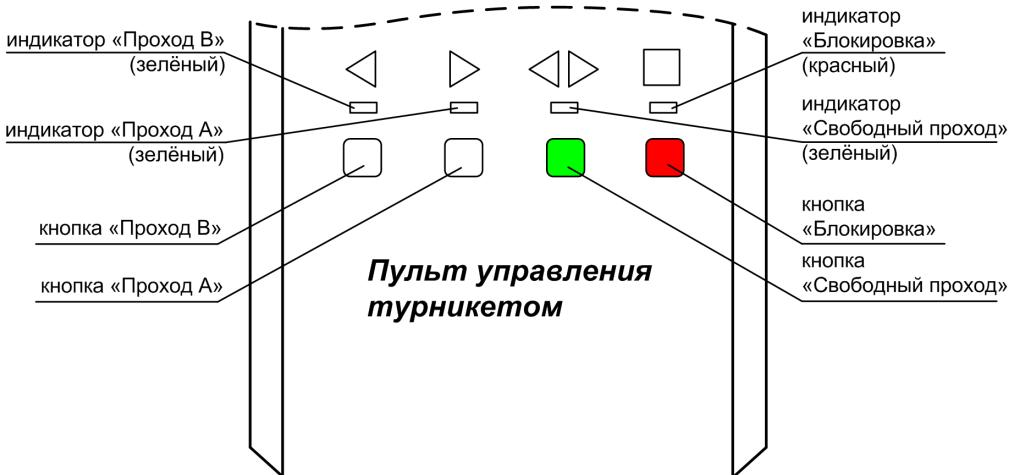

Рис.3 Пульт управления турникетом
Пульт управления турникетом (рис.3) предназначен для ручного дистанционного управления турникетом. Имеет четыре кнопки для включения (отключения) следующих режимов турникета (в порядке приоритета):
- в режиме «Ожидания» нажмите и удерживайте на пульте кнопку «▶» («Проход А») (рис.3). Засвятится зелёным соответствующий индикатор состояния турнекета – разрешен однократный проход, поверните планки, отпустите кнопку. Соответствующий индикатор состояния турнекета засвятится красным – турнекет снова в режиме «Ожидания»;